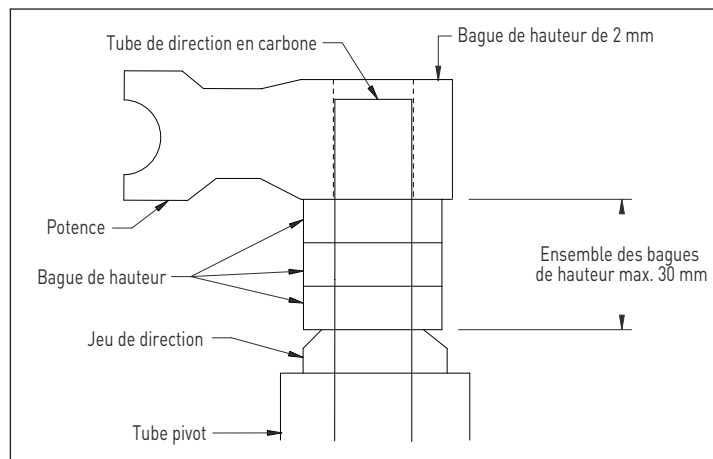

Fig. 1
2. Installez une bague de hauteur de 2 mm au-dessus de la potence de façon à pouvoir régler correctement le jeu de direction. Lorsque vous installez les bagues de hauteur, ne dépassez pas l'épaisseur hors-tout de 30 mm maximum (fig. 1).